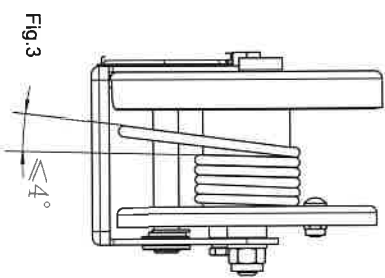

Fig. 3
4. 4. Monter le treuil avec un angle de flotte inférieur ou égal à 4° (Fig. 3).